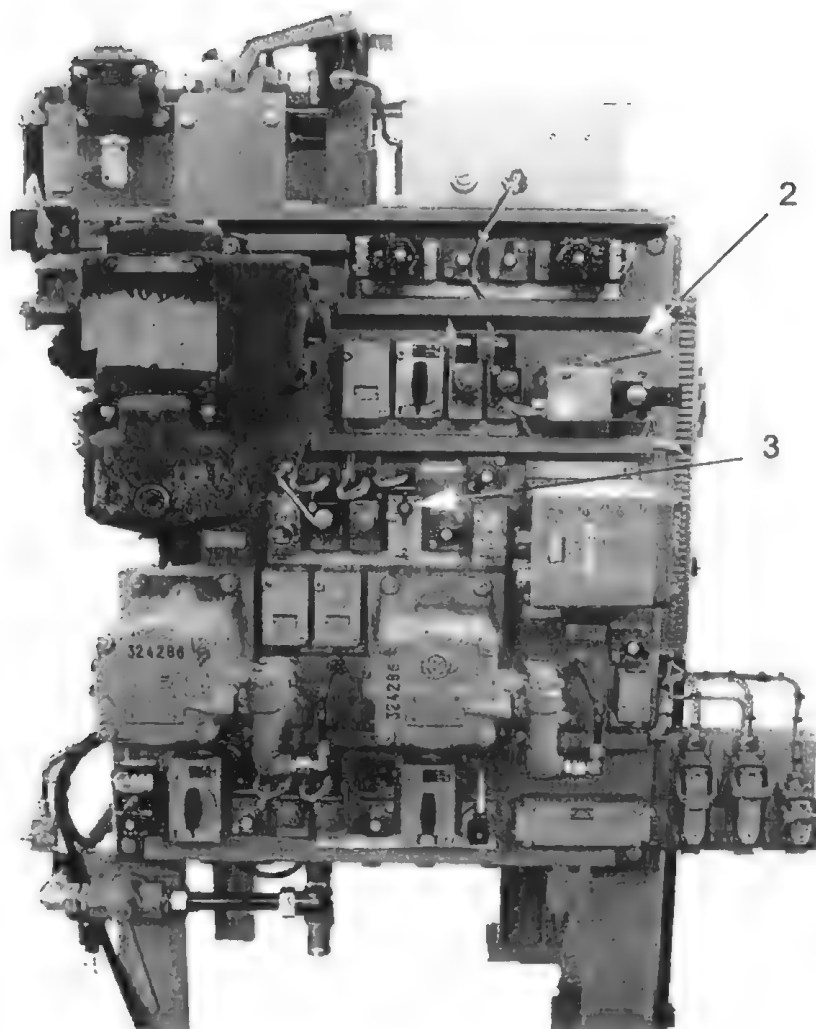

Bild 13-1 / Bremstafel
- Direkte Bremse absperren. Absperrhahn „Direkte Bremse“ (Bild 13-1 / Pos. 3) auf der Bremstafel waagrecht stellen.
- Das Sifa-Ventil auf der Bremstafel (Bild 13-1 / Pos. 2) absperren (nach rechts legen)